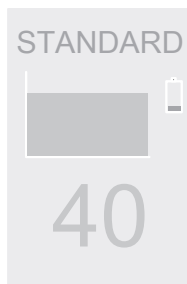

Bild 1
2. Wenn der Batterie-Stand niedrig ist, zeigt das Handstück (Bild 1) an.